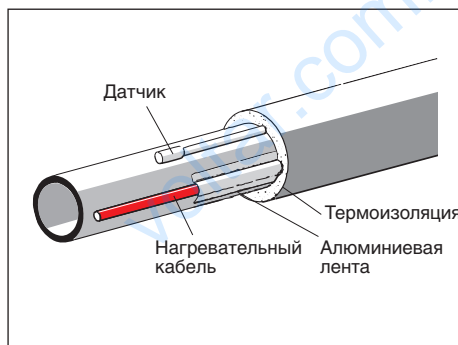

Рис. 1
1. Один или более кабелей укладываются по прямой линии вдоль трубы, см. рис. 1+2.